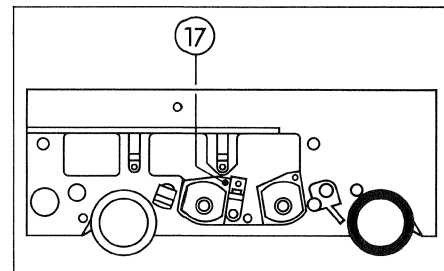

Fig. 5.16
3. Connect 2-channel oscilloscope to line output channel 1 (16) and channel 2 (36) (CH I + CH II).
5. Die beiden Ausgangspegel des Gerätes auf identische Amplitude vorabgleichen (Regler TREBLE/FAST (9) / (29) an den Einschüben RECORD AMP).
6. Aufnahmekopf mittels Spaltjustierschraube (17) (Fig. 5.16) auf geringste Phasenwinkeldifferenz einstellen; bei schrittweiser Erhöhung der Frequenz, beginnend bei 1 kHz, bis 10 kHz. (Anzeigeverzögerung beachten, deshalb besonders langsam einstellen.)
5. Pre-adjust the output levels of the machine to identical amplitude (TREBLE/FAST control (9) / (20) on RECORD AMP boards).
6. Adjust azimuth of record head with adjustment screw (17) (Fig. 5.16) to obtain minimum phase angle difference. Starting at 1 kHz, continuously increase frequency to 10 kHz. (Observe display delay; therefore adjust slowly).